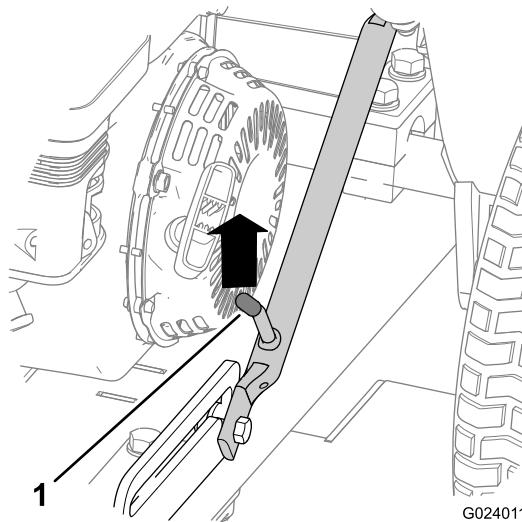
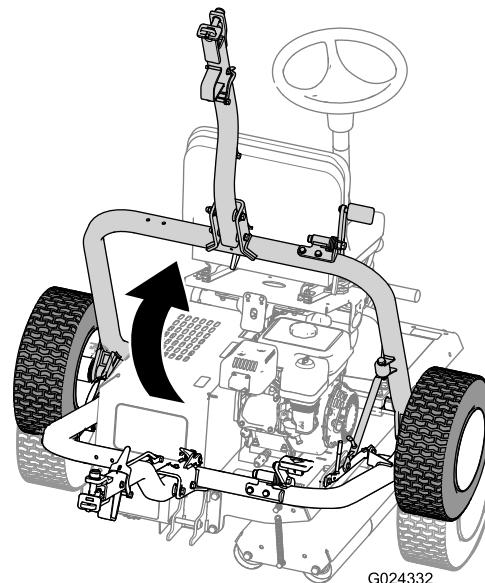

Figura 25
Figura 29
- A. Empuje la barra de tracción hacia arriba hasta que la palanca de cierre se desenganche de la muesca de la guía (Figura 25).
D. Levante la barra de tracción (Figura 29) hasta que la palanca de cierre se bloquee en la muesca de la guía (Figura 25).